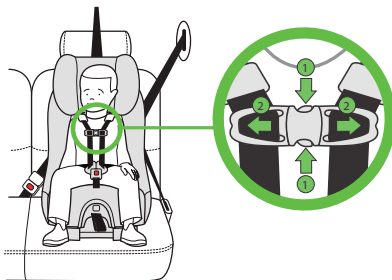

Figure 124
Dégagez l'attache de poitrine en pressant ensemble les onglets de déverrouillage (1) et en séparant la boucle de poitrine (2), tel qu'illustré dans la **Figure 124**.